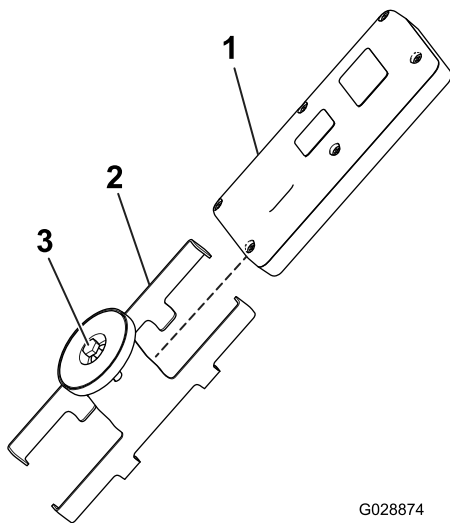

图 13
5. 将手持遥控器装入磁性遥控器支架将两半滑到一起并固定然后拧紧磁性支架内的螺栓图 13。